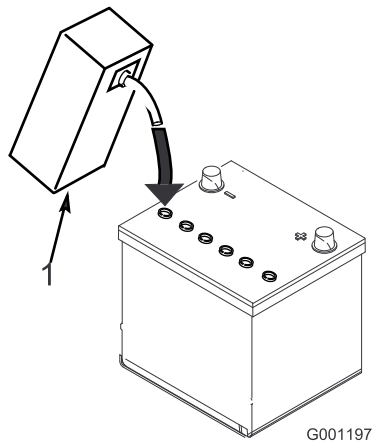

图5
3. 小心为每个电池注入电解液直到电池极板被大约6mm的液体覆盖图5。
4. 等待约 20 至 30 分钟以便电解液渗透到极板内。必要时加注电解液使电解液保持在加注井底部约 6mm 范围内图5。